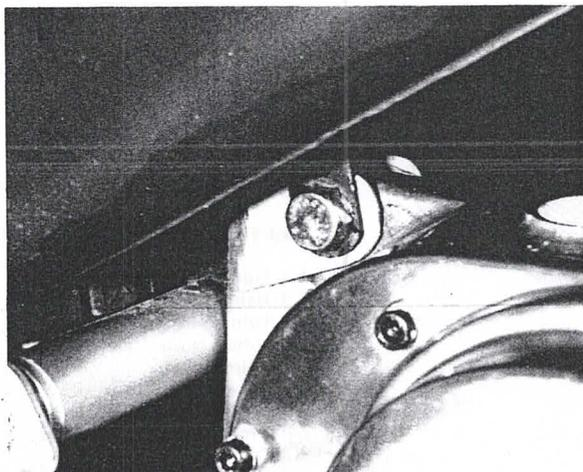

Bild 117
- Der Auspuff ist an einer Schraube beim Getriebegehäuse befestigt, die gleichzeitig auch der Motorbefestigung dienen kann (Bild 117). Der hintere Topf der hochgelegten Auspuffanlage ist mit einer Schraube an einer am Rahmen angeschweissten Lasche befestigt, an der auch der hintere Kotflügel hängt (Bild 118). Die tiefgelegte Auspuffanlage ist nahe beim hinteren Ende mit einem langen Ausleger befestigt. An den Frontera-Modellen ist der tiefste Teil der Anlage noch durch ein Blech geschützt.